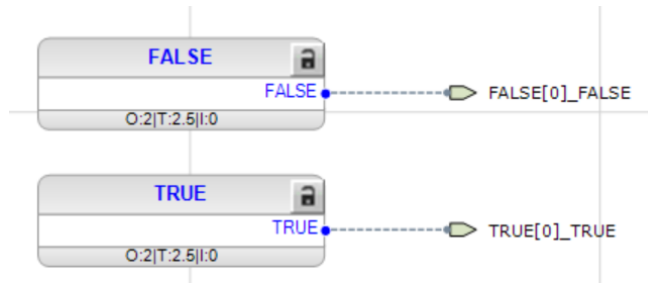

Imagen 66_Conexión final de variables en las salidas del bloque False y True.
2.1.23 Lo mismo para el bloque de verdadero teniendo así a ambos bloques que observamos en la **Imagen 66**: